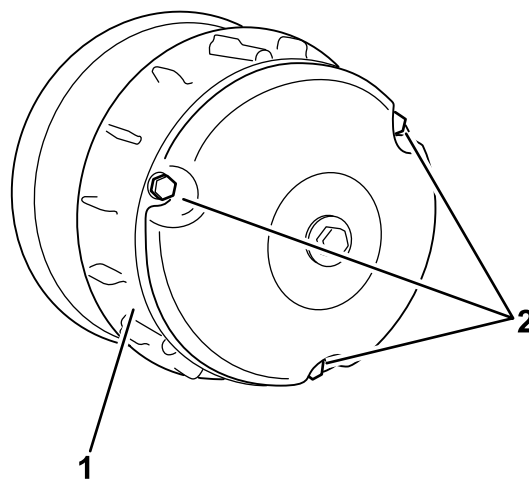

Figure 61
- Posez le couvercle d'embrayage et fixez-le avec les 3 boulons (Figure 61) que vous avez retirés à l'opération 2.
- Retirez les 3 boulons qui fixent le couvercle de l'embrayage et déposez le couvercle (Figure 61).